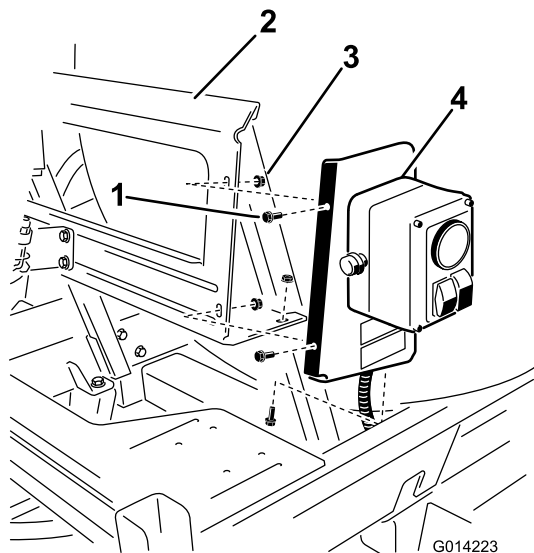

图6
2. 如图6所示,用3个螺栓(1/4 x 5/8英寸)和3个锁紧螺母(1/4英寸)将总成安装到安装支架上。